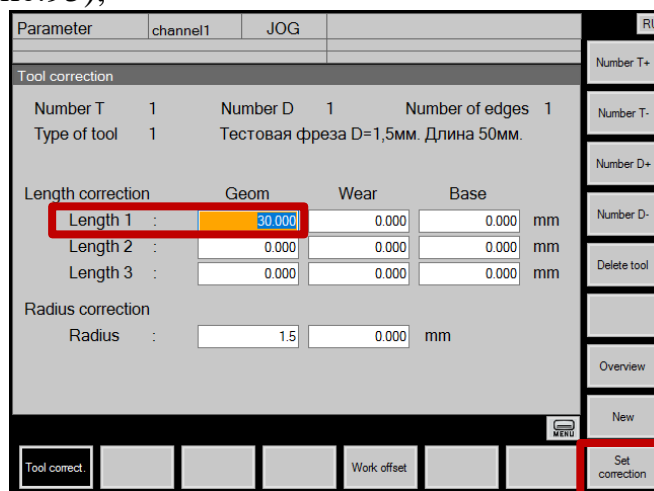

Рис.95. Поле «Length 3» и кнопка «Set correction»
5. С помощью стрелок на клавиатуре пульта управления выбрать поле «Length 1» (рис.95);
6. Нажать кнопку «Set correction» в горизонтальном ряду кнопок экрана (рис.95);